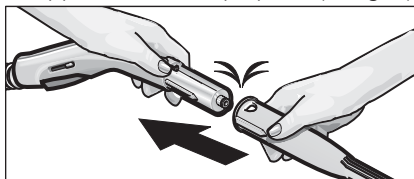

Fig. 1: Sette tilbehøret inn på damp pistolen
- Koble ønsket tilbehør (C1, D1) til damp pistolen (B1). Sett den rørformede enden på tilbehørsdelen på damp pistolen (B1). Skyv deretter tilbehørsdelen inn på damp pistolen til åpneknappen (B3) på damp pistolen klikker på plass (se fig. 1).